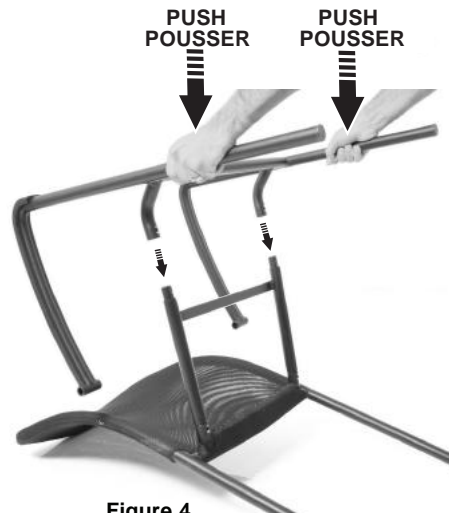

Figure 4
3. Carefully place the front arm frame (C) onto the seat frame (D), as shown in figure 4. **Push down firmly** to align all the screw holes on the back frame (B), seat frame (D), and front arm frame (C).
3. Placer le cadre d'accoudoirs avant (C) sur le cadre d'assise (D), comme illustré à la figure 4. **Pousser fermement** pour aligner tous les trous de vis dans le cadre du dossier (B), le cadre d'assise (D) et le cadre d'accoudoirs avant (C).